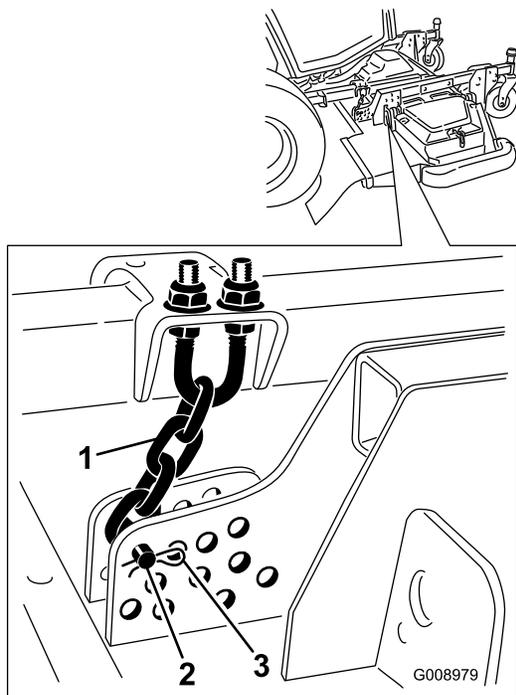

図 35
9. 刈高チェーンを刈り込みデッキ後部に固定しているヘアピンコッターとクレビスピンを取り外す 図 35。